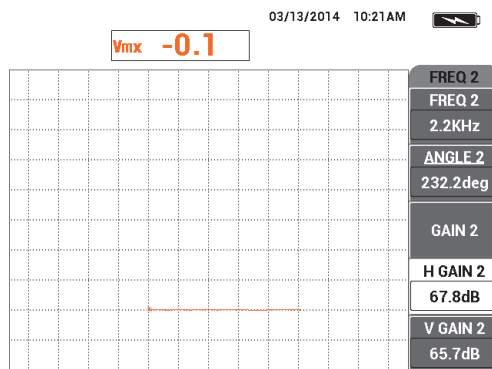

図 5-130 H ゲイン 2 値の調整
31. 名刺の上にプローブをしっかりと置いた状態で、ミックス信号がゼロポイントから水平方向におよそ 5 区分延長するまで**H ゲイン**（D キー）を調整します（220 ページの図 5-130 を参照）。